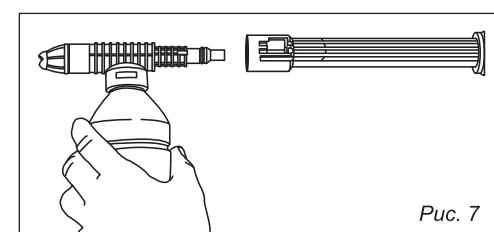

Рис. 7
- Пенная насадка на пистолет (рис. 7) предназначена для распыления моющего средства в виде пены на загрязненную поверхность.